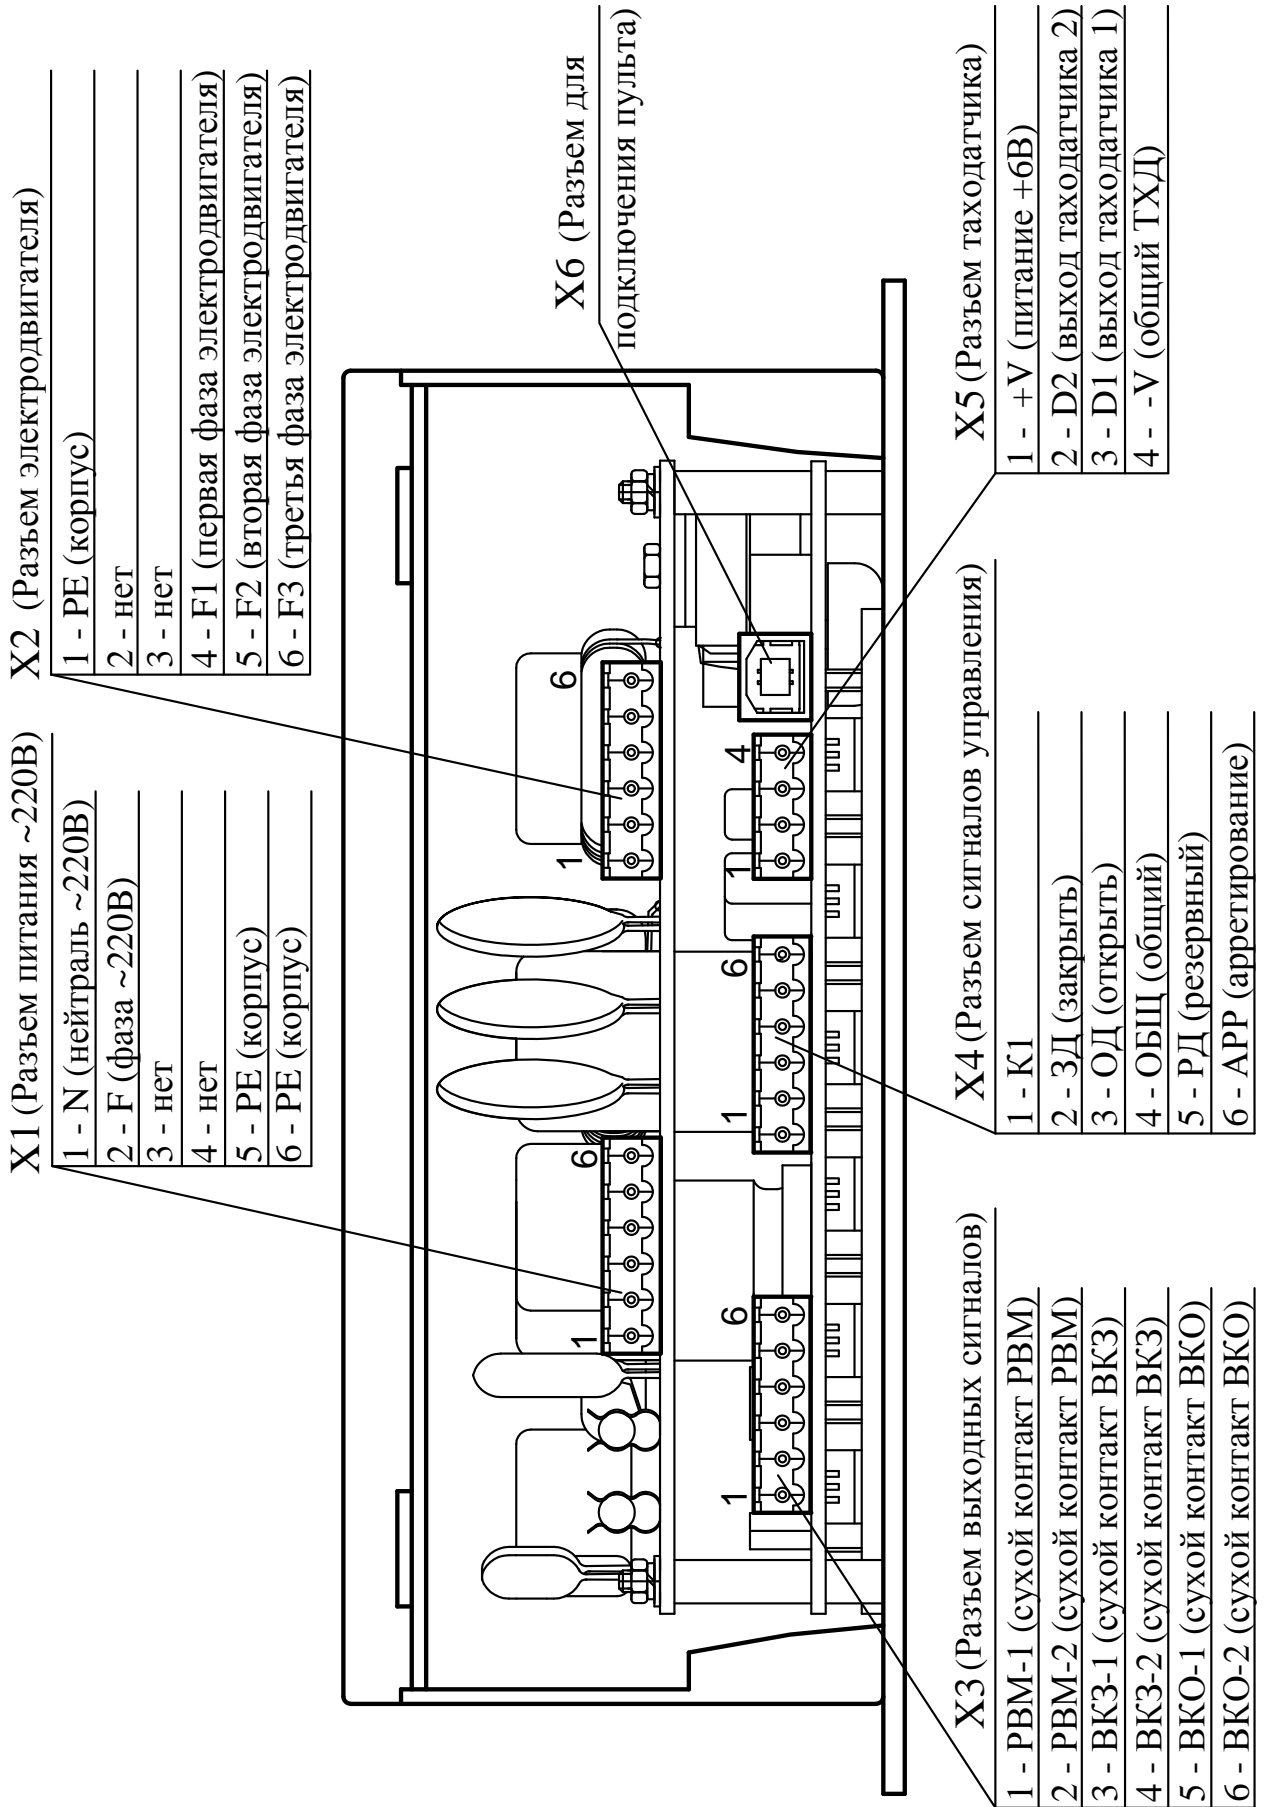

Рис.8. Подключение внешних разъемов БУАД-7-31.
4.2. Присоединение *Устройства* к сети, асинхронному электродвигателю и к шине управления осуществляется с помощью разъемных клемников в соответствии с **рис.8**. Подводящие провода могут быть вложены в металлорукава или пластмассовый рукав диаметром не более 16 мм. Рукав закрепляются заглушками *Устройства*.
4.4. Назначение контактов разъемов на **рис.8** приведено ниже: